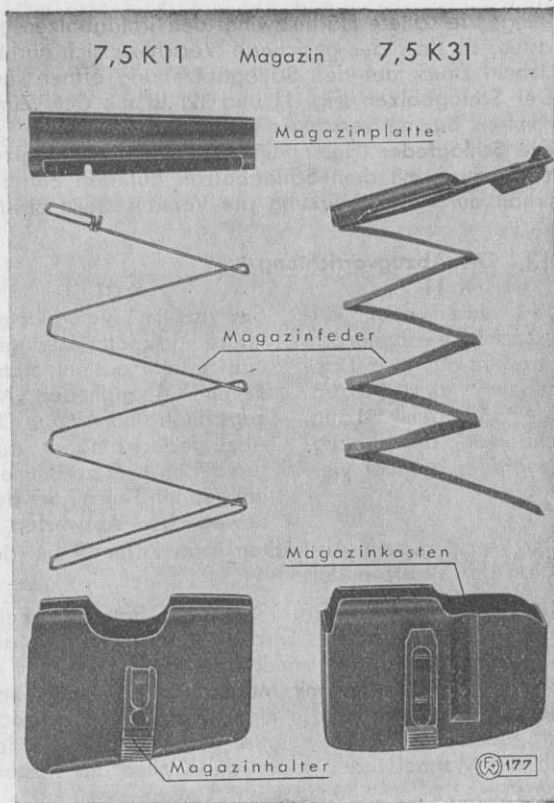

Fig. 13
14. Das **Magazin** (Fig. 13) fasst 6 Patronen. Beim Schliessen des Verschlusses wird die oberste Patrone aus dem Magazin in das Patronenlager geschoben.